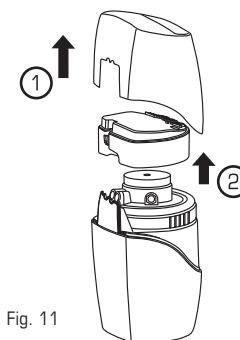

Fig. 11
- Quite** la cubierta superior del purificador de agua ①. Desmonte el módulo electrónico ② (Fig. 11).